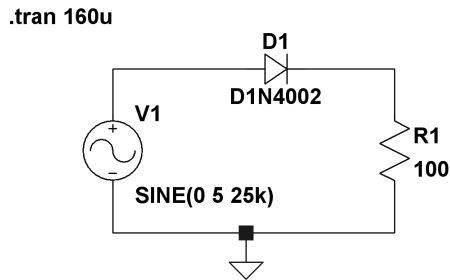

Figura 1: Rectificador de media onda.
- Para ello dibuje el esquema de la Figura 1 en el SwCADIII. Pinche sobre el diodo con el botón derecho y pulse `Pick New Diode`. Busque, en el cuadro de diálogos que aparece, el diodo que acaba de crear. Debe estar al final de la lista. Selecciónelo.